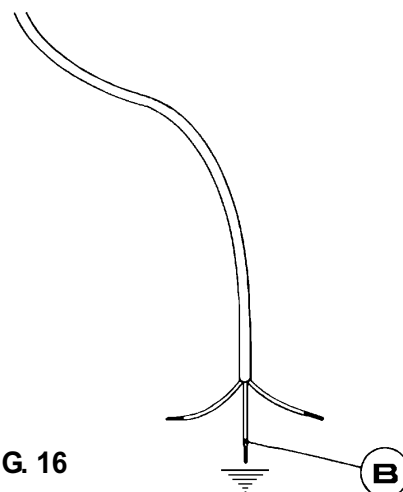

FIG. 16
In cazul inlocuirii cablului de alimentare, instalatorul va trebui sa tina conductorul de impamantare (B) cat mai departe de conductorii de faza (fig. 16) si in plus sa respecte avertismentele de la paragraful 9.